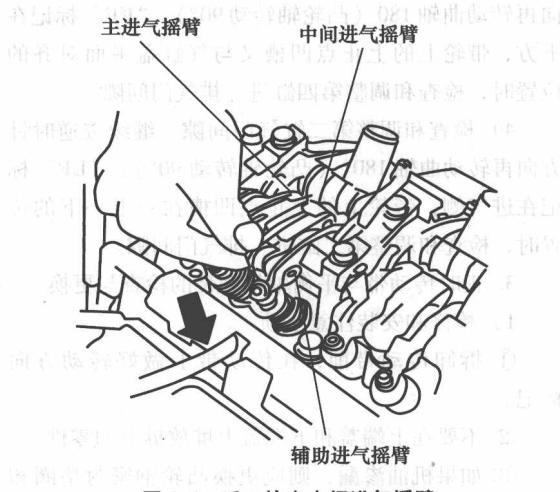

图 1-6 手工检查中间进气摇臂
① 将第一缸活塞转至上止点位置。
② 拆下气门室盖。
③ 用手按压第一缸中间进气摇臂，看其能否脱离主、辅进气摇臂而单独移动，如图 1-6 所示。